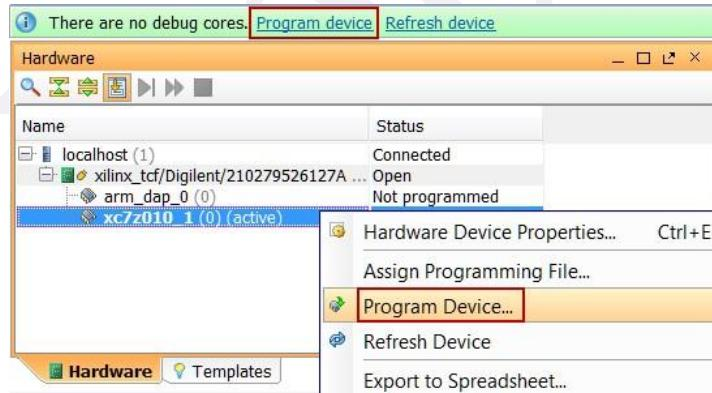

图 4-1-20 选择 FPGA 进行编程
(12) 在器件上单击鼠标右键，选择 Program device 或单击窗口上方弹出的 Program device-> XC7z010_1 链接到目标 FPGA 器件进行编程，如图 4-1-20 所示；